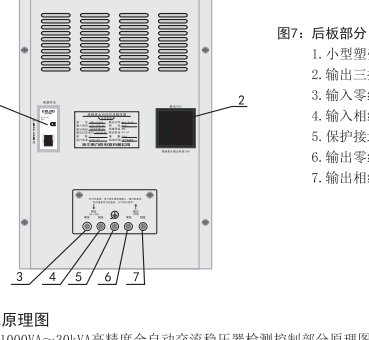

图3: TND₂-LED显示
3.2 TND₂系列高精度全自动交流稳压器LED工作模式显示见图3。